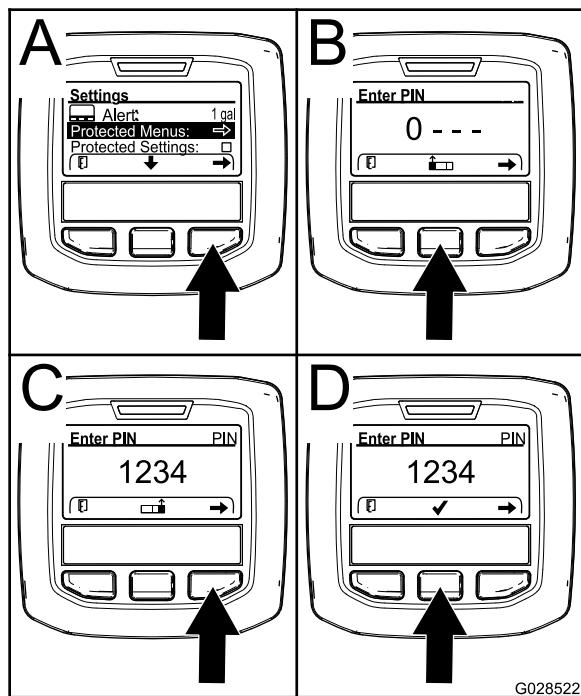

Figura 13
2. No menu de DEFINIÇÕES, utilize o botão central para ir até ao menu PROTEGIDO e prima o botão direito (Figura 13).